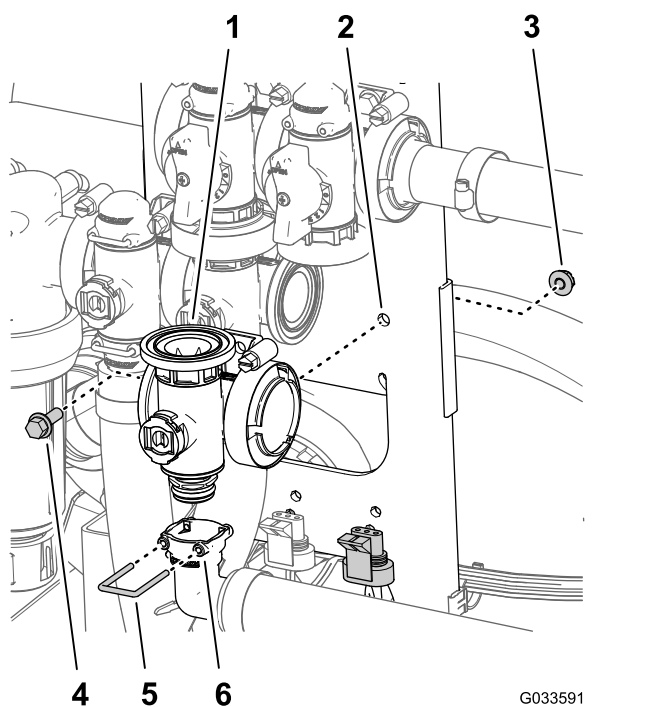

Рисунок 127
нижней части коллектора главного клапана стрелы (Рисунок 127).
- Закрепите выпускной штуцер на штуцере муфты, вставив держатель в гнездо выпускного штуцера (Рисунок 127).